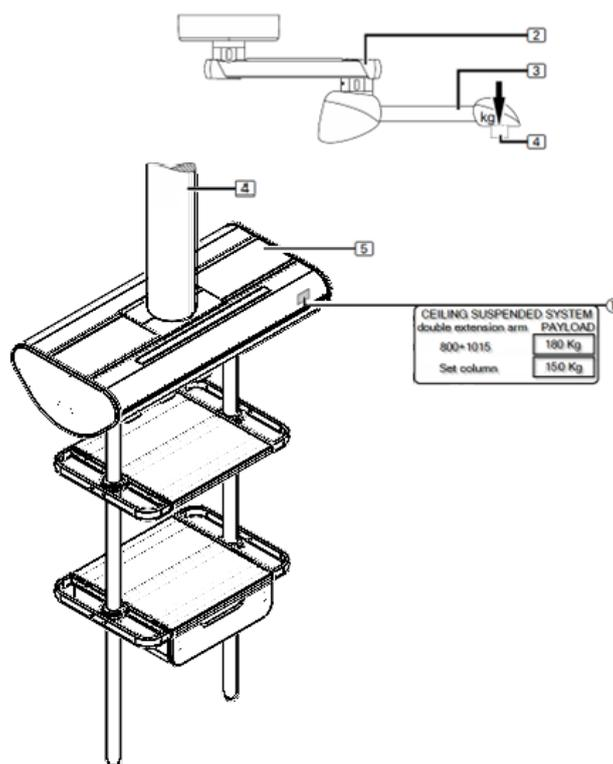

Fig.20 Emplacement de l'étiquette de la charge utile
Le poids propre du tube de descente (4) et de la tête de service (5) doit être soustrait de la capacité de charge maximale du système de suspension. Cette valeur correspond à la capacité de charge maximale (charge utile). Dans l'exemple illustré à la figure 20, il y a un ensemble bras d'extension et bras motorisé avec une capacité de charge de 180 kg, la charge utile maximale est de 150 kg après soustraction du poids mort de la tête de service et est indiquée sur l'autocollant (1) de la tête de service.